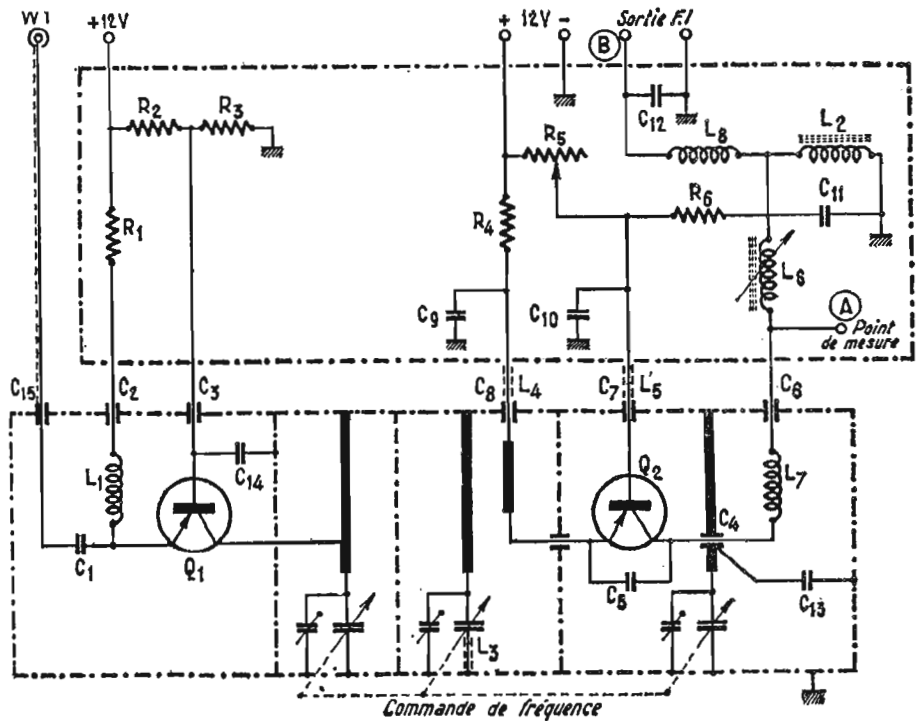

FIG. 1
Le tuner UHF, équipé de deux transistors (AF239 et AF139), est livré câblé et réglé. Nous en donnons cependant le schéma sur la figure 1.
La liaison FI entre le tuner UHF et l'amplificateur FI se fait par l'intermédiaire d'un filtre de bande, constitué par deux circuits surcouplés par une capacité à la base. Le primaire de ce filtre, livré câblé et réglé est également représenté sur la figure 1.
Le réglage consiste alors en jouant sur les paramètres L6 et L sec (fig. 1 et 2) à obtenir la courbe de réponse convenable. C secondaire ayant été calculé pour avoir la largeur de la bande désirée et ceci en fonction de C11, C12, du câble de liaison et de la capacité au point D.
3. Contrôle de la courbe UHF : — Injecter sur l'entrée W1 du tuner une tension UHF wobulée (environ 10 mV) (fig. 1).
— Mettre la sortie FI (B) à la masse (fig. 1).